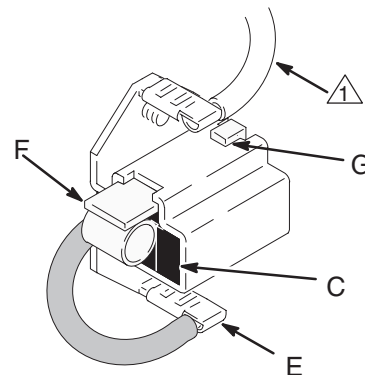

Fig. 17
7. Tout en maintenant le clip ressort (F) légèrement incliné, glisser celui-ci dans le porte-balai et l'accrocher à l'extrémité de ce dernier. Voir Fig. 17. Tirer sur le clip pour être certain qu'il est bien en place. Brancher le fil du balais sur le connecteur plat (E).